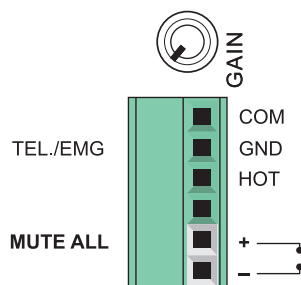

Fig. 4.8.1
Chiudendo i contatti della morsettiera **MUTE ALL (25)** - vedi Fig. 4.8.1. verranno tacitati tutti gli ingressi (funzione prevista per eventuale situazione di emergenza in modo da ammutolire il dispositivo collegato) l'attivazione del contatto **MUTE ALL** viene segnalata tramite il LED frontale **CALL (7)**.